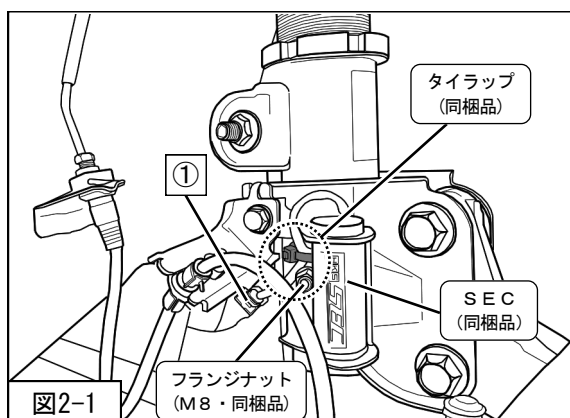

図2-1
1. フランジナット (M8・同梱品) (締付トルク : 20N・m) を使用し、SEC (同梱品) を取付けてください。(図2-1)
2. ①エレクトリックダンパーコネクタをSEC (同梱品) に取付けてください。(図2-1)
3. タイラップ (同梱品) を使用し、ハーネスをSEC (同梱品) 本体に固定してください。(図2-1)